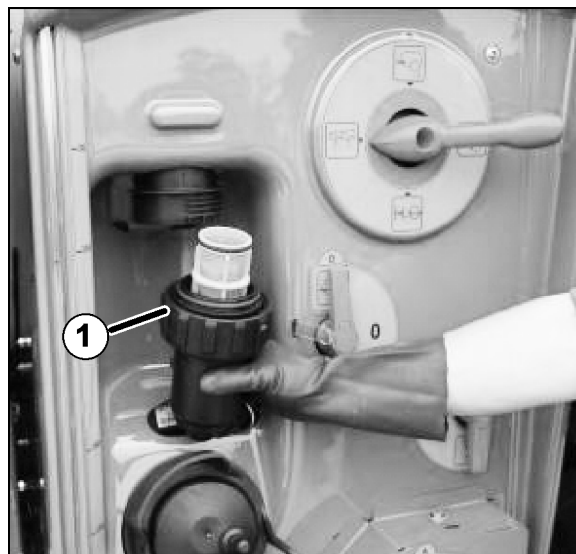

Fig. 124
2. Scoateți filtrul de presiune (Fig. 124/1) și curățați-l cu apă.